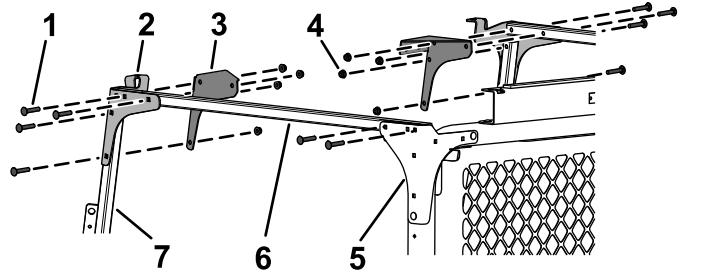

Рисунок 35
8. Установите, не затягивая, поперечные трубы на задние монтажные кронштейны и задние угловые крепления с помощью 4 картеных болтов (5/16 x 1 $\frac{3}{4}$  дюйма) и 4 фланцевых гаек (5/16 дюйма), как показано на Рисунок 35.
9. Установите, не затягивая, передние монтажные кронштейны и передние угловые крепления на поперечные трубы и опоры ветрового стекла с помощью 8 картеных болтов (5/16 x 1 $\frac{3}{4}$  дюйма) и 8 фланцевых гаек (5/16 дюйма), как показано на Рисунок 35.